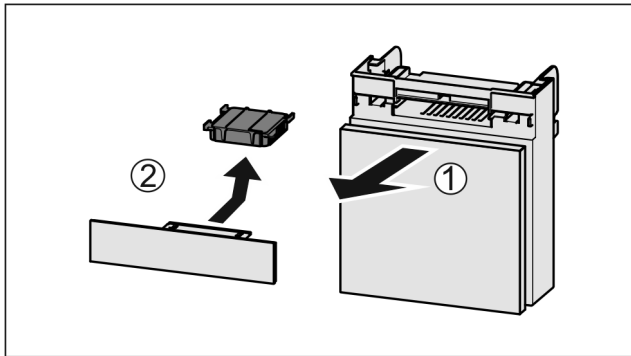

Fig. 86
- ▶ Vytiahnite zásuvku smerom dopredu Fig. 86 (1).
- ▶ Vyberte aktívny uhlíkový filter Fig. 86 (2).